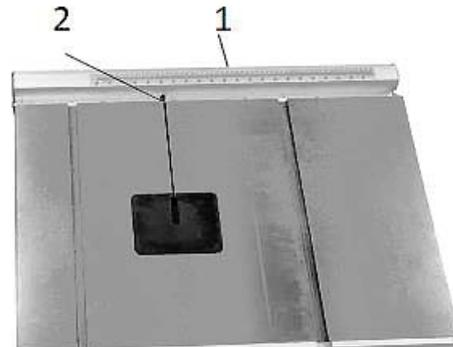

Abb. 7: Montage des Arbeitstisches
Schritt 1: Entfernen sie die Anschlagführung (Pos. 1, Abb. 7) und den Fixierstift (Pos. 2, Abb. 7)